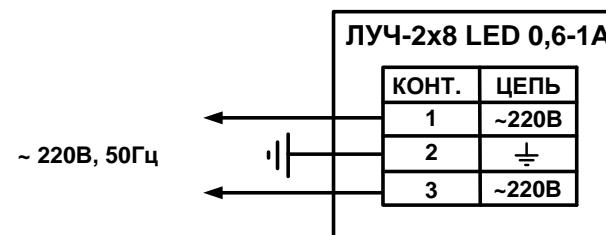

Рис.1. Схема подключения.
3.3. Подключение изделия должно выполняться в соответствии со схемой (рис.1.) при отключенном напряжении питания.